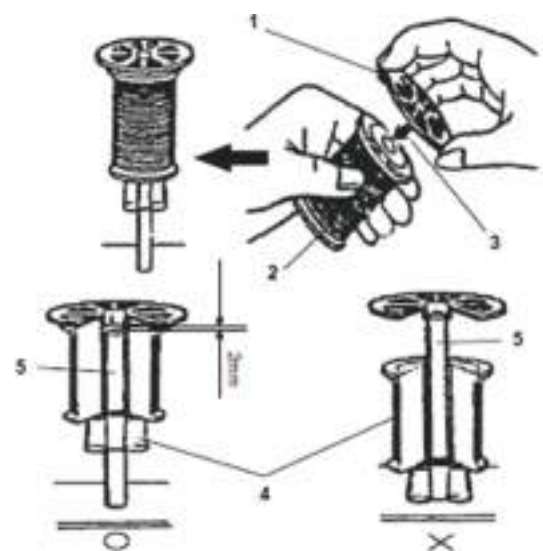

Figura 30
Esse prendedor deve ser encaixado no carretel, como na Figura 30, já que as garras nele existentes podem partir-se.
Ajuste a altura de descanso (4) de forma a que fique uma folga de aproximadamente 2 mm entre a ponta do pino (5) e a face inferior da flange desse prendedor, como mostra a Figura 30.